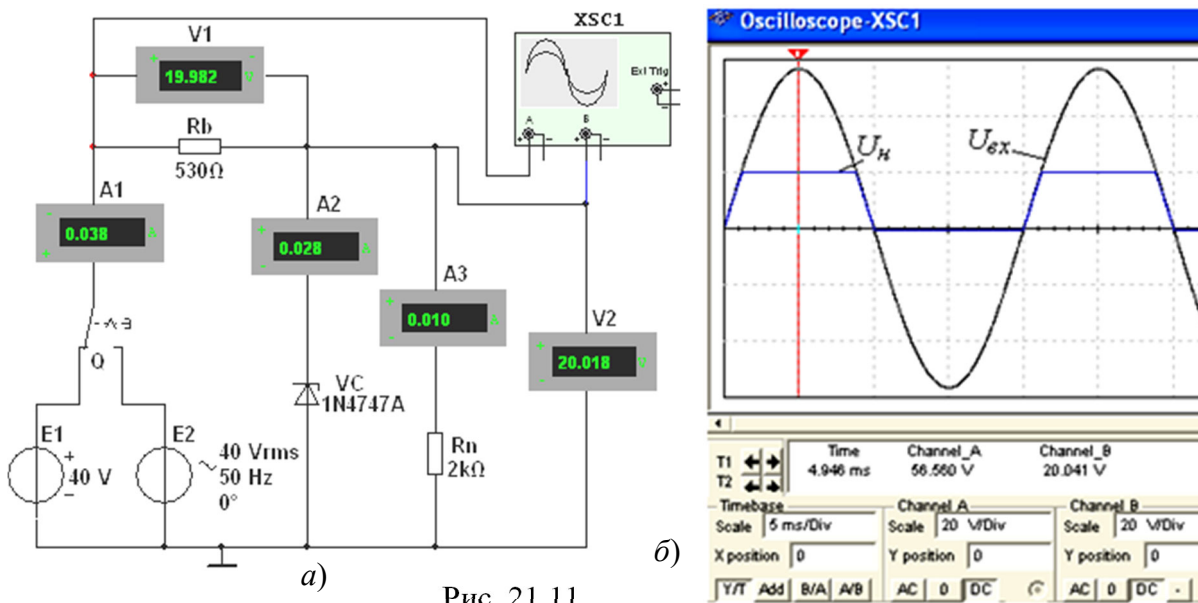

Рис. 21.11
**Задание 2.** Собрать схему испытания стабилитрона (рис. 21.11, а) или открыть файл **21.11.ms10**. Согласно варианту задания (см. табл. 21.2) **выбрать** в библиотеке **Zener** тип стабилитрона **VC**, **рассчитать** и **установить** параметры элементов схемы. С этой целью:
– последовательно щелкая мышью на элементах схемы, **установить** в открывающихся окнах параметры (**Value**) остальных элементов схемы (рис. 21.11): ЭДС источника  $E_1 = E_2 = |2U_{ст.ном}| \approx 40$  В, где  $U_{ст.ном} \approx 1,001U_{ст.мин}$ ; сопротивление балластного резистора  $R_b \approx U_{ст.ном}/I_{ст.ном} = 20,02/(37,5 \cdot 10^{-3}) \approx 530$  Ом, где  $I_{ст.ном} \approx 3I_{ст.мин}$ . **Принять** сопротивление нагрузки  $R_n = 2$  кОм;
– **запустить** программу MS10. **Скопировать** изображение схемы (рис. 21.11, а) на страницу отчёта;
– установить переключатель **Q** в правое положение, запустить программу, установить визирную линию на экране осциллографа **XSC1** приблизительно на максимальное значение положительной полуволны синусоидального напряжения (см. рис. 21.11, б) и убедиться, что напряжение на нагрузке ограничено по амплитуде уровнем напряжения  $U_{ст.ном}$ .